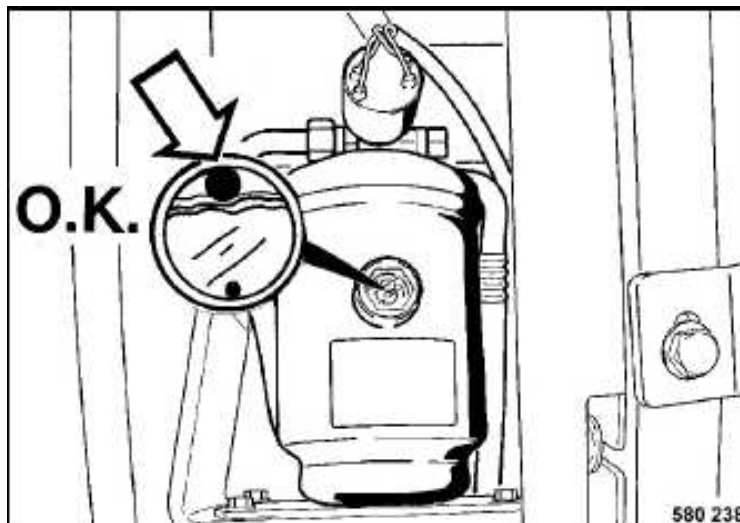

Fig. 118
- Comprobar si el flotador esférico blanco (Fig. 118) se encuentra arriba de todo en el cristal de observación de la unidad secador/colector.